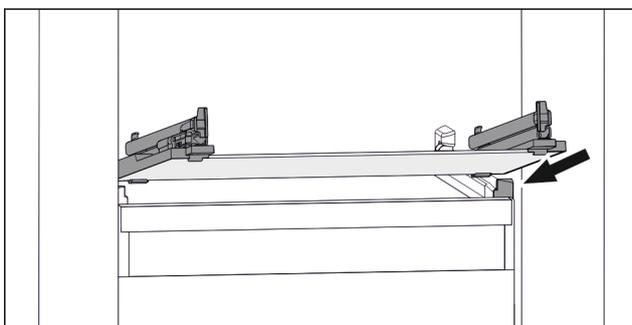

Fig. 60 Beispielhafte Darstellung der Glasplatte
- ▶ Glasplatte schräg hinter den Stopperrahmen aufsetzen. (siehe Fig. 60)